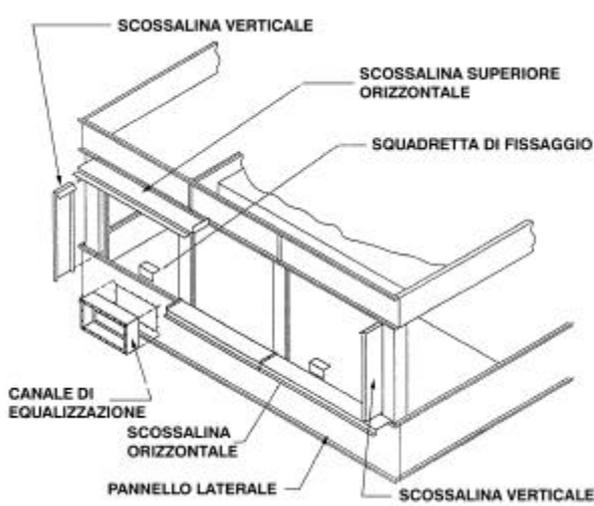

Figura 8 – Fissaggio delle scossaline orizzontali e verticali
11. Posizionare la scossalina verticale nella piega del supporto e fissarla con viti autofilettanti da 8 mm. Sulle unità in acciaio inossidabile, la scossalina verticale deve essere fissata con viti da 8 mm. e dadi in acciaio inox (vedi Figura 8).